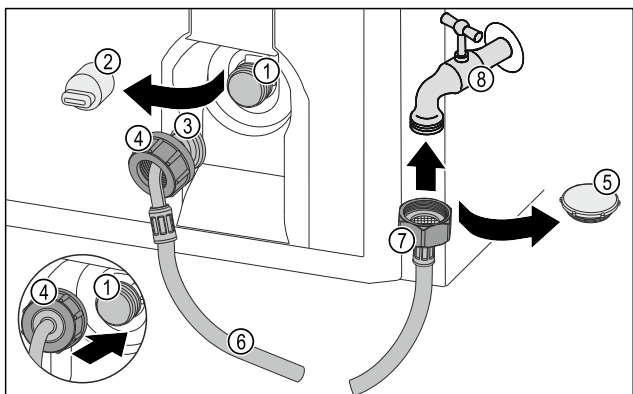

Fig. 54
- ▶ Uzavírací víčko Fig. 54 (5) odstraňte.
- ▶ Rovný konec hadice Fig. 54 (7) připojte k vodovodnímu kohoutku Fig. 54 (8).
- ▶ Utáhněte matici na rovném konci hadice Fig. 54 (7) ve směru hodinových ručiček.